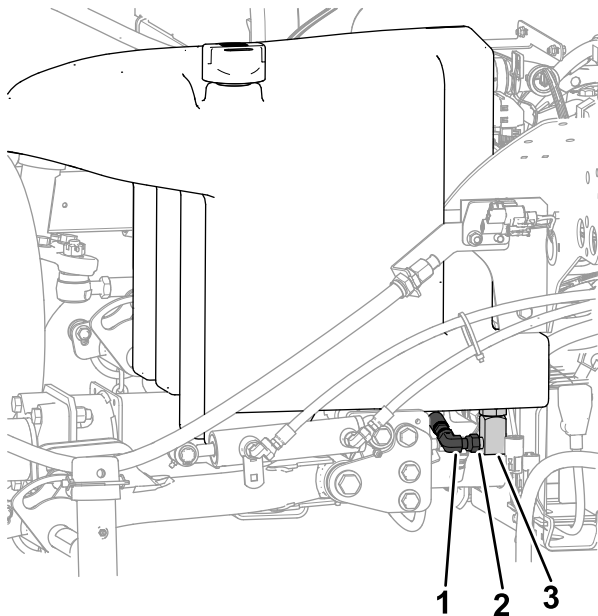

Figure 146
2. Placez un grand bac de vidange sous le collecteur (Figure 146) au bas du réservoir de liquide hydraulique ; voir Contrôle du niveau de liquide hydraulique \(page 88\).